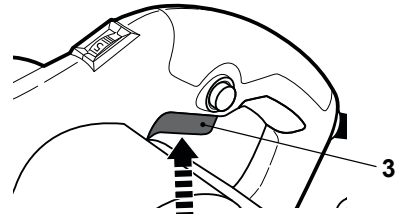

Fig. 13
- > Encienda el producto presionando el interruptor de Encendido/Apagado (3) (Fig. 13).
- > Apague el producto soltando el interruptor de Encendido/Apagado (3).